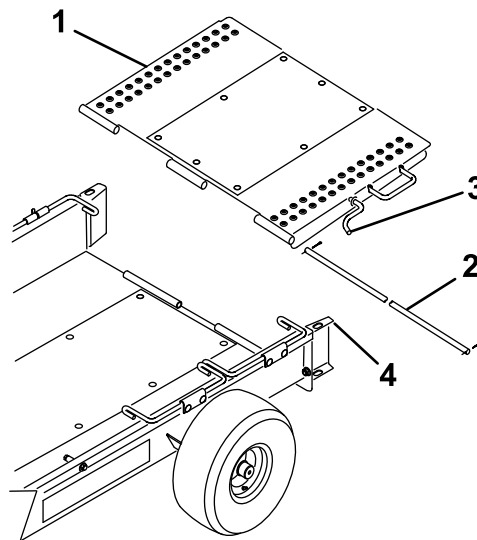

Bild 3
5. Befestigen Sie die Anhängerrampe mit der Scharnierstange und den beiden Splinten hinten an der Anhängerfläche (Bild 3).
6. Klappen Sie die Anhängerrampe nach oben und haken Sie den Rampenriegel in die Bohrung an der Oberseite der Radführung ein (Bild 3).
8. Klappen Sie die Anhängerrampe nach oben und haken Sie den Rampenriegel in die Bohrung an der Oberseite der Radführung ein (**Bild 3**).